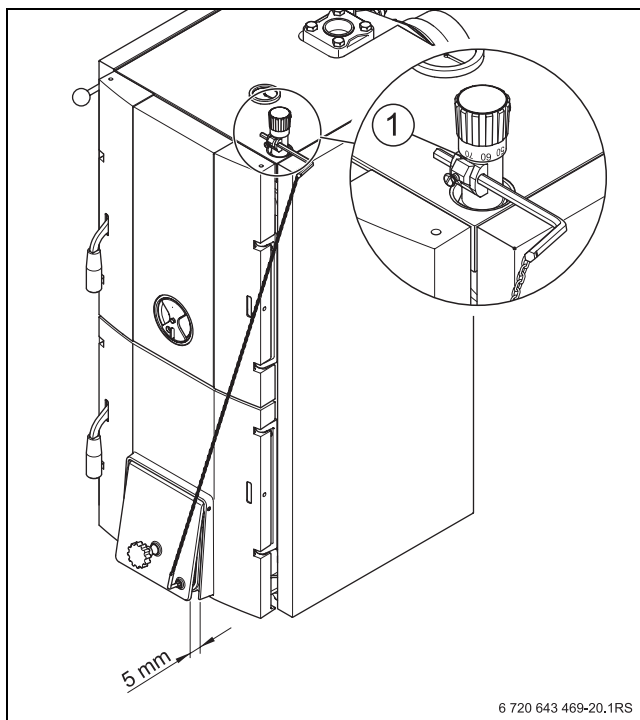

Рис. 26 Настройка регулятора горения
- Установите регулятор давления на красную метку (85 °C) (→ рис. 26). Регулировка производится по красной шкале регулятора.